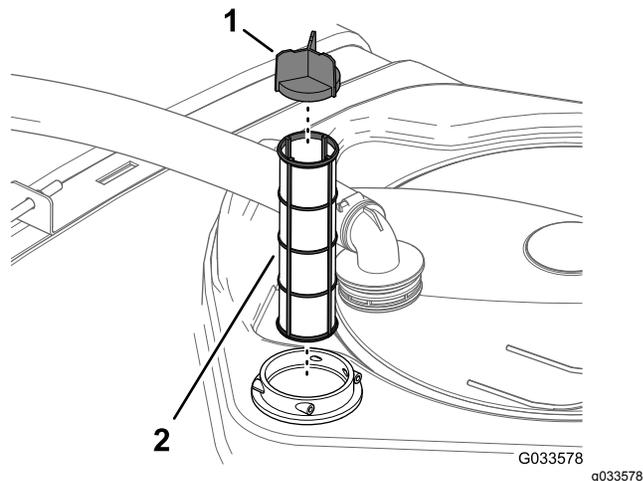

**Figura 99**
2. Na parte superior do depósito do pulverizador, retire a fixação que prende a união da mangueira unida à tubagem grande da estrutura do filtro (Figura 99).
3. Retire a tubagem e a união da tubagem da estrutura do filtro (Figura 99).